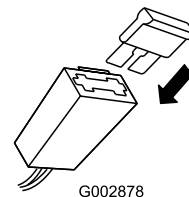

Figura 9
- Inserite il fusibile nel portafusibili (Figura 9).